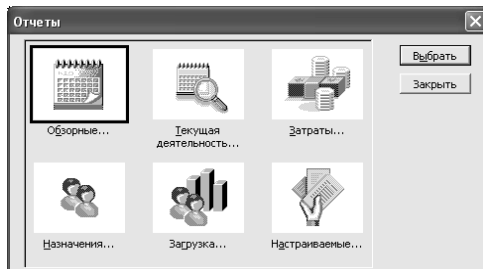

Рис. 42. Меню звітів
2. У вікні Звіти виберіть тип звіту і натисніть на кнопку **Вибрати** (рис. 42).